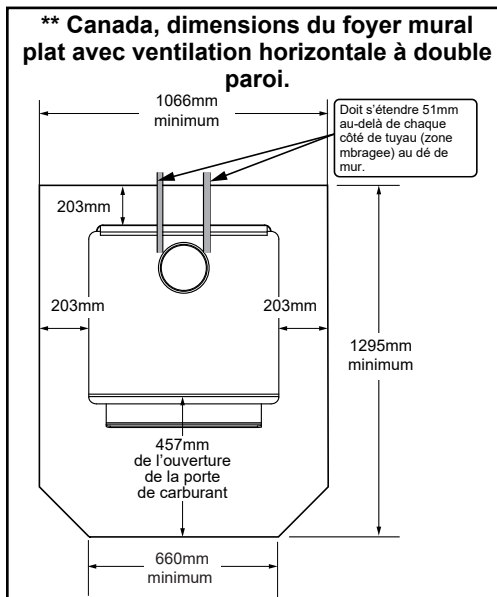

Figure 9.2 - ** Cette dimension varie en fonction de l'installation.
Au Canada, une protection de sol similaire doit être fournie à 457 mm (18 pouces) à l'avant et à 203 mm (8 pouces) des côtés et de l'arrière de l'appareil, à moins que le foyer ne soit contre le mur (**Figure 9.2**). Ensuite, le dégagement peut être réduit à l'aide d'un tuyau à double paroi et du tableau Dégagement par rapport aux matériaux inflammables indiqué à la page 10.
***Exception :** Les protections incombustibles pour le sol doivent s'étendre sous le conduit lorsque l'évacuation est horizontale et se prolonger de 51 mm (2 po) de chaque côté du conduit (**Voir Figure 9.2**).